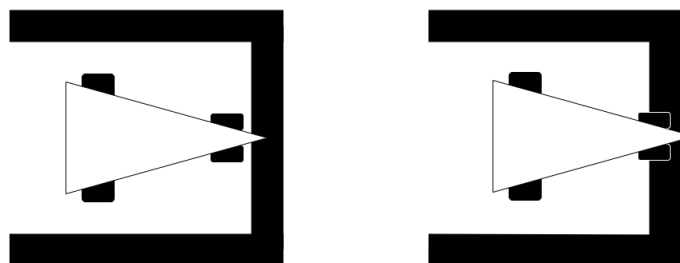
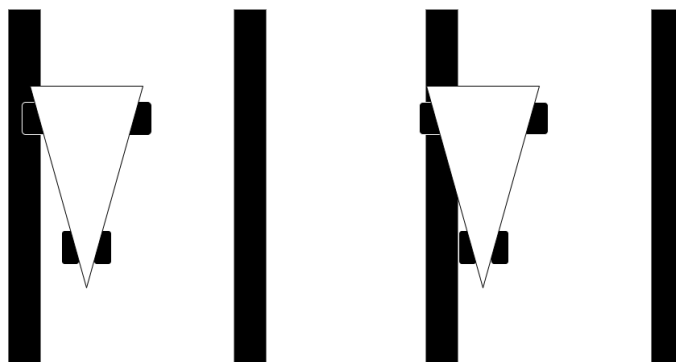

Figura 2: Robô não cruzou (esquerda) e cruzou (direita) a linha de chegada
Figura 3: Robô dentro (esquerda) e fora (direita) da sua faixa de rodagem
- a) considera-se que o robô terminou a pista quando a sua parte dianteira (qualquer parte do robô, exceto o sensor usado para deteção da mudança do semáforo) tiver ultrapassado totalmente (cruzado) a linha que assinala o final da pista, como se ilustra na Figura 2;
- e) considera-se que um robô saiu da sua faixa de rodagem se, pelo menos, parte de 1 das rodas ou parte do chassis ultrapassar totalmente a linha de marcação do limite da faixa de rodagem, como se ilustra na Figura 3;
- f) caso, após terminar a pista, o robô se imobilize de forma autónoma no espaço máximo de 0,5 m após o final da pista (nenhuma parte do robô pode ultrapassar as linhas que assinalam este limite, quer na direção do movimento (como ilustrado na Figura 2), quer lateralmente (como ilustrado na Figura 3)), é-lhe atribuído 1 ponto adicional;
- g) caso, após terminar a pista, o robô se imobilize de forma autónoma no espaço máximo de 1,0 m após o final da pista (nenhuma parte do robô pode ultrapassar as linhas que assinalam este limite, quer lateralmente (como ilustrado na Figura 2), quer na direção do movimento (como ilustrado na Figura 3)), é-lhe atribuído 0,5 ponto adicional;